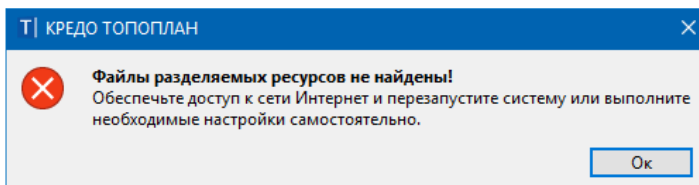

Рис. 2.2
- Если по какой-то причине файл с поставочными разделяемыми ресурсами отсутствует, РР будут скачены с сайта компании. В этом случае для автоматической установки РР необходимо наличие сети Интернет, иначе система выдаст соответствующее предупреждение (рис. 2.2):